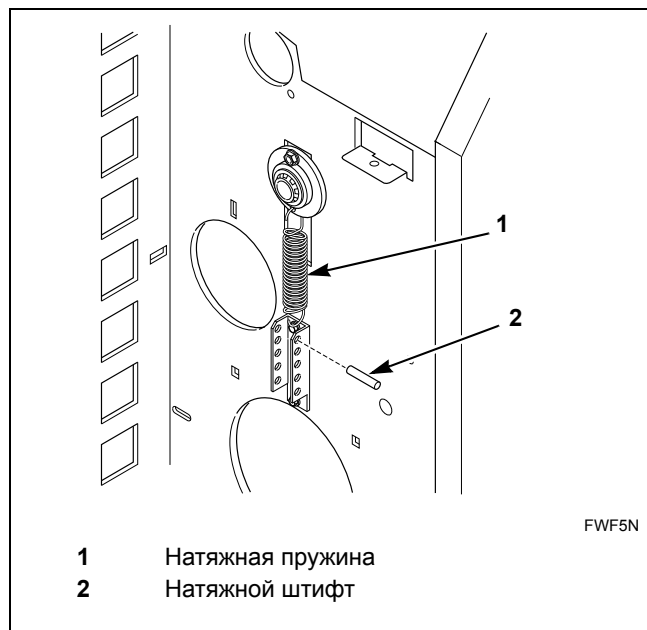

Рис. 30
4. Отцепите натяжную пружину возвратной ленты от натяжного штифта с каждой стороны гладильной машины. См. Рис. 30.